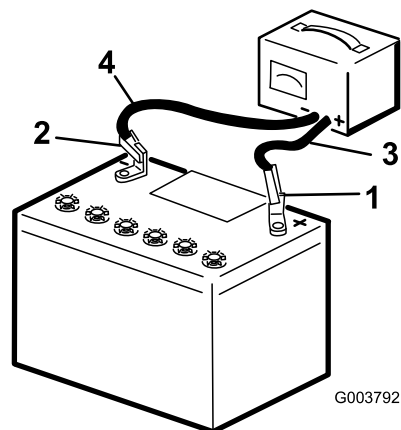

Figure 37
- Chargez la batterie pendant 10 à 15 minutes entre 25 et 30 A, ou pendant 30 minutes entre 4 et 6 A (Figure 37). Ne chargez pas la batterie excessivement.
- Quand la batterie est chargée au maximum, débranchez le chargeur de la prise, puis débranchez les fils du chargeur des bornes de la batterie (Figure 37).